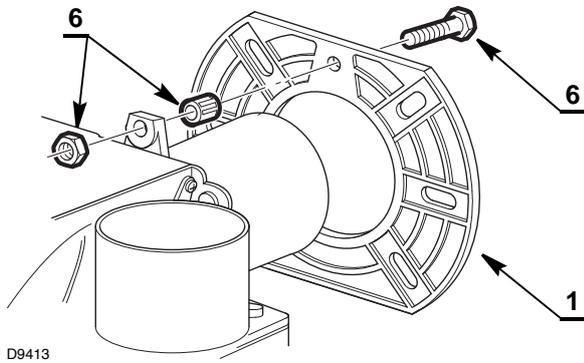

Fig. 12
- Inserir na flange (1) o parafuso e as duas porcas (6) (Fig. 12).